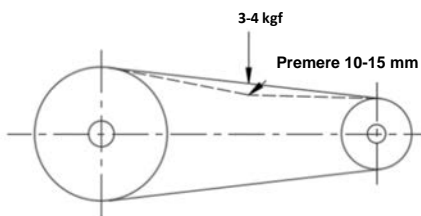

Figura 2
4.2.3 Regolare la tensione della cinghia come illustrato nella figura 2. Premere con 3-4 kgf al centro della distanza tra le due pulegge per spostare la cinghia verso il basso di 10-15 mm.